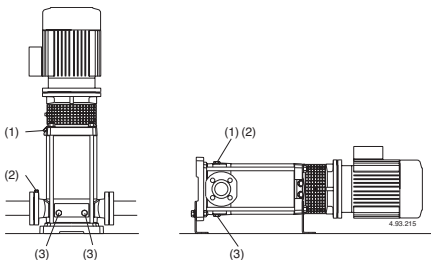

Abb. 4 (1) Auffüllung und Entlüftung;
Bei Installation **der Pumpe über dem Wasserspiegel** (Saugbetrieb, **Abb. 3A**) oder mit zur Öffnung des Rückschlagventils ungenügender Zulaufhöhe (weniger als 1 m) sind Saugleitung und Pumpe durch den Entlüftungsanschluß (1) zu füllen (**Abb. 4**). Zur Vereinfachung der Auffüllung wird ein Gummirohr (oder ein Rohrkrümmer) und ein Trichter verwendet.
(2) Entlüftung Saugleitung
(3) Entleerung
Wenn der **Wasserspiegel auf der Saugseite oberhalb der Pumpe** ist (Zulaufbetrieb, **Abb. 3B**) Absperrschieber in der Zulaufleitung langsam und vollständig öffnen um die Pumpe zu füllen. Dabei Schieber in der Druckleitung und die Entlüftungsöffnungen (1) (2) (**Abb. 4**) öffnen, damit die Luft entweichen kann.
Entlüftungsöffnungen (1) (2) schließen (**Abb. 4**). Bei MXV-B, MXV(L) 25-32-40 und MXV(L)4 25-32-40, die Nadelschraube (14.17) in der Entleerungs-Verschlußschraube (14.12) (**Abb. 4b**) anziehen und die Entlüftungsbohrung (14.04) schließen.
(2) zu wiederholen, sind die Anschlüsse der Saugleitung auf Dichtheit zu überprüfen und sind der Entlüftungs-(2) und die Entleerungs-Verschlußschrauben (3) auf der Saugseite anzuziehen (**Abb. 4**).
Die Pumpe sollte wie im Fall von zeitweiser Förderung von verschmutzten Flüssigkeiten im Anschluß kurz mit sauberem Wasser durchgespült werden, um Ablagerungen zu beseitigen. Oder es ist nach der Entleerung eine Wäsche vorzunehmen, indem sauberes Wasser (wenigstens 40 Liter) in die Auffüllöffnung (1) Druckseite gegeben wird und aus der Entleerungsöffnung (3) Saugseite austritt (**Abb. 4.**).